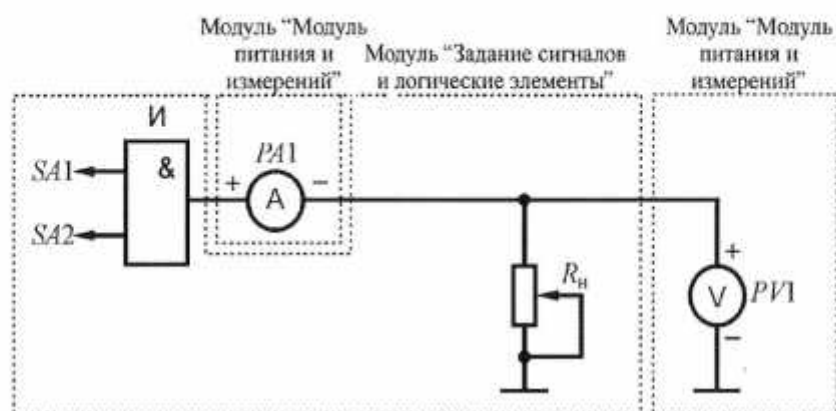

Рис. 2.3. Схема электрическая соединений лабораторных модулей для изучения выходной характеристики логического элемента И
12. Согласно рис. 2.3 выполнить электрические соединения модулей для изучения выходной характеристики логического элемента И. Монтаж схемы производить при отключенных автоматических выключателях и переключателях питания.